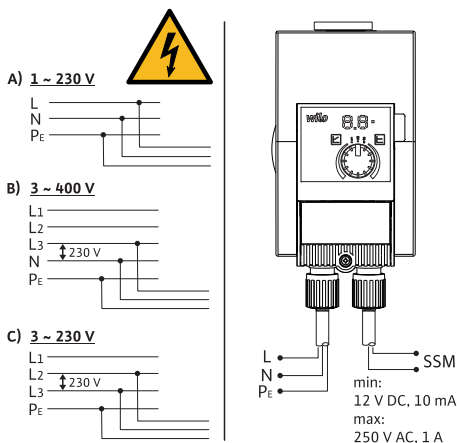

Fig. 3: Możliwości podłączenia
- Do 230 V podłączyć sieci niskiego napięcia. W przypadku przyłącza do zasilania sieciowego IT (forma sieci Isolet Terre) należy bezwzględnie upewnić się, że napięcie pomiędzy fazami (L1-L2, L2-L3, L3-L1 → Fig. 3) nie przekracza 230 V.